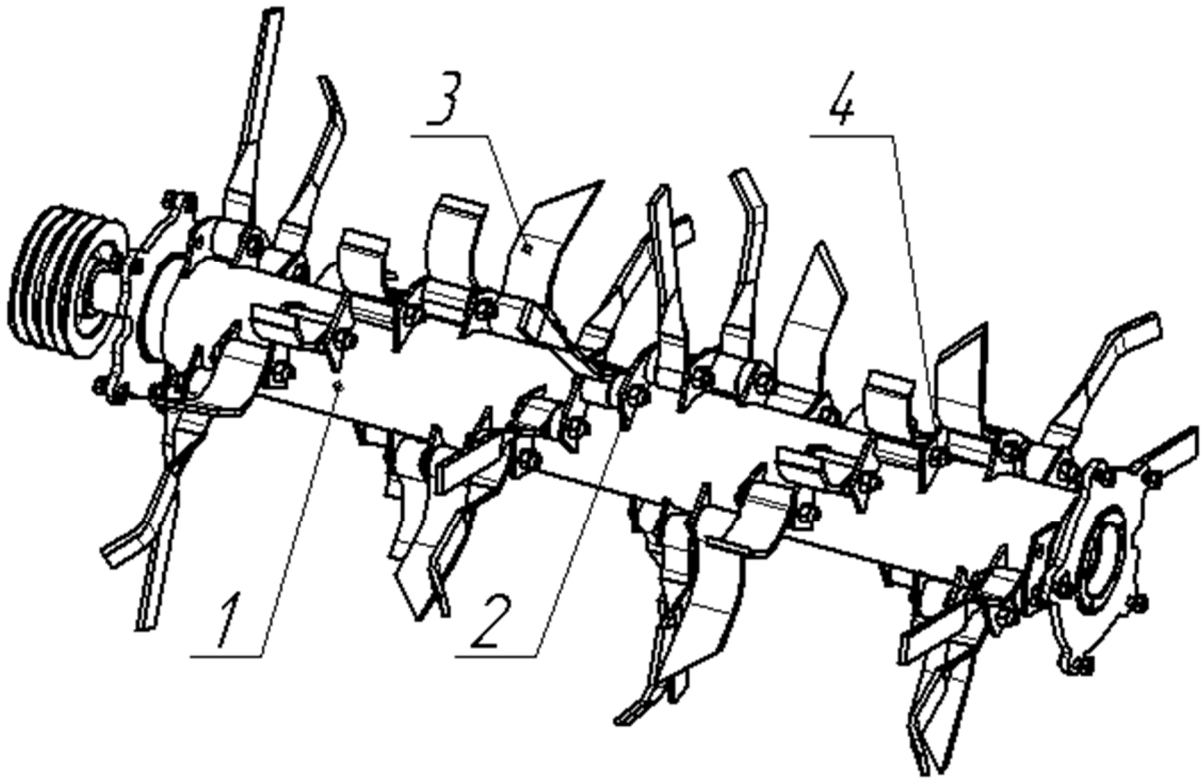

Рисунок 3 - Ротор
2.4 Ротор (см. рис. 3) предназначен для измельчения ботвы картофеля. Ротор представляет собой цилиндрический барабан 1, на поверхности которого по винтовой линии приварены уши 2 для крепления шарнирно подвешенных ножей 3 различной длины и формы. Последовательность расстановки ножей (см. приложение И) соответствует поперечному профилю гребней. Таким образом, весь контур гребня освобождается от ботвы. Ножи крепятся в ушах ротора с помощью осей и болтового соединения 4. Вал ротора установлен в подшипниковых узлах стенок рамы. Частота вращения ротора $1400 \pm 50 \text{ мин}^{-1}$. Типы ножей представлены в таблице А.1